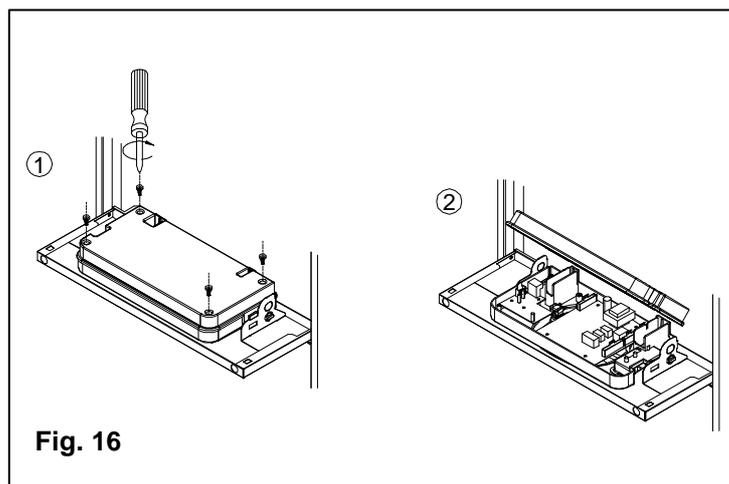

Fig. 16
- Dévisser les quatre vis de fixation (fig. 16) et retirer le capot.